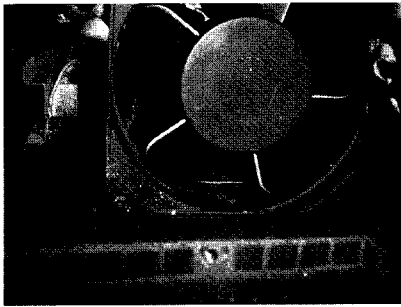

fig.3
- 6) **CAS 2 :** pour dévisser les ventilateurs, il vous faudra procéder de même que pour le cas 1. La différence réside dans la position des vis (alignées en bas) (fig.3).